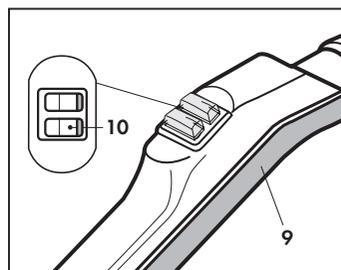
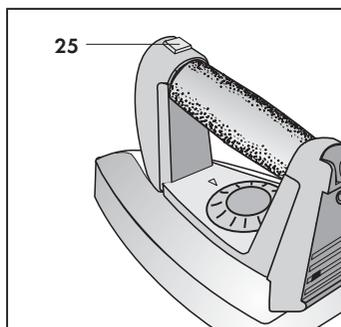

Fig. 22
Fig. 23
- **L'accensione della spia rossa (C) indica che la caldaia è rimasta senz'acqua:** in questo caso, interviene il termostato che blocca automaticamente l'apparecchio. Procedere quindi come segue:
- b) Scaricare la pressione rimasta in caldaia tramite l'accessorio che si sta utilizzando premendo l'interruttore rosso (10) presente sull' impugnatura (9) (Fig. 22). Nel caso si stia utilizzando il ferro da stiro, agire sul pulsante (25) (Fig. 23).
- f) Allentare il tappo di riempimento (E) ed attendere che la pressione si sia completamente scaricata.